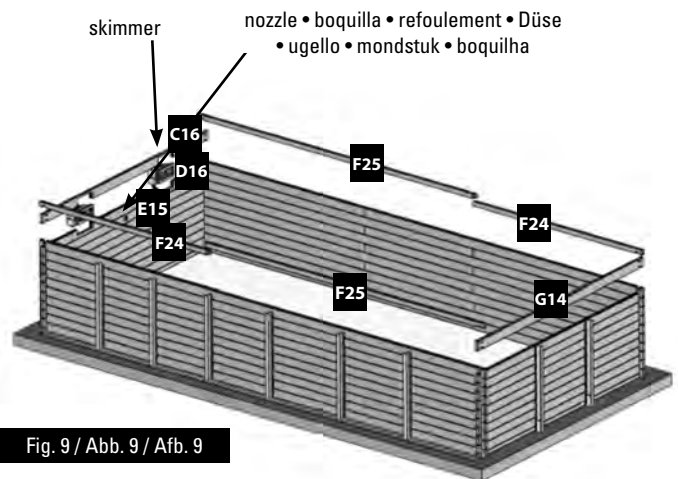

Fig. 9 / Abb. 9 / Afb. 9
**EN Skimmer:** • Place the specific boards of the skimmer facing the prevailing winds. Boards (C11) and (D11) will always be placed over a panel starting by board (B11) (figure 9). • The skimmer will not be stable until the pool is filled. The skimmer (with its flap) is fitted as the same time as the finishing board.
**FR Skimmer:** • Placez les madriers spécifiques au skimmer face aux vents dominants. Les madriers (C11) et (D11) se positionnent toujours sur un pan commençant par un madrier (B11) (figure 9). • Tant que le bassin n'est pas rempli, le skimmer ne sera pas stable. Le skimmer (avec son volet) s'emboîte en même temps que le madrier de finition.
**NL Skimmer:** • Plaats de planken die specifiek voor de skimmer zijn met het gezicht op de overheersende windrichting. De planken (C11) en (D11) worden altijd op een paneel geplaatst en er wordt begonnen met plank (B11) (afbeelding 9). • Zolang het zwembad niet is gevuld, zal de skimmer niet stabiel zijn. De skimmer (samen met zijn afsluiter) wordt op het zelfde moment ertussen gezet als de plank voor de afwerking.